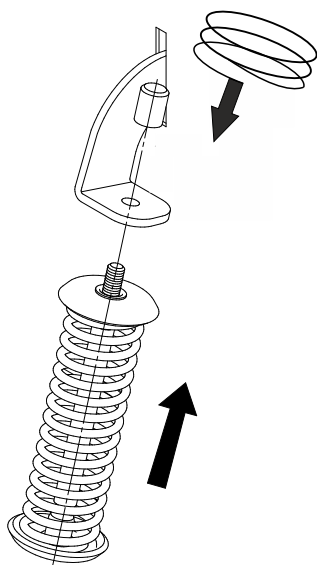

Рис. 3 Сборка ручки
3. Установить съемную ручку. Для этого необходимо установить пружину в сборе со стержнем и упорными шайбами на крюке и зафиксировать резьбовым колпачком (рисунок 3).